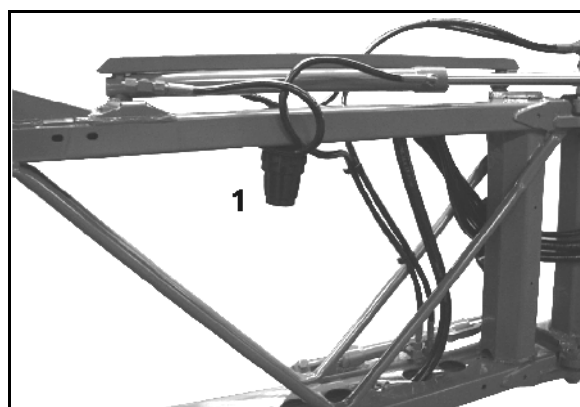

Fig. 152
- Limpie el filtro de conducto (Fig. 152/1) en función de las condiciones de aplicación cada 3-4 meses.